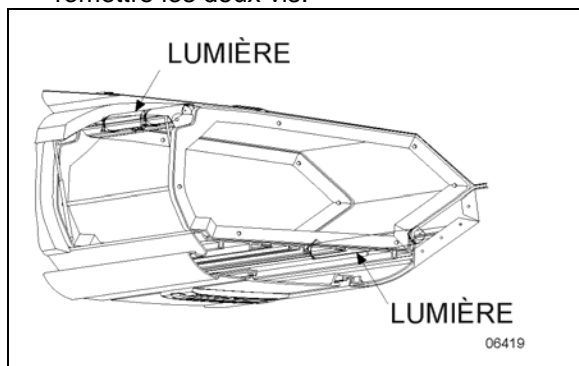

FIGURE 34 : PORTE-COLIS
7. Soulever le couvercle à charnière et remettre les deux vis (FIGURE 34).